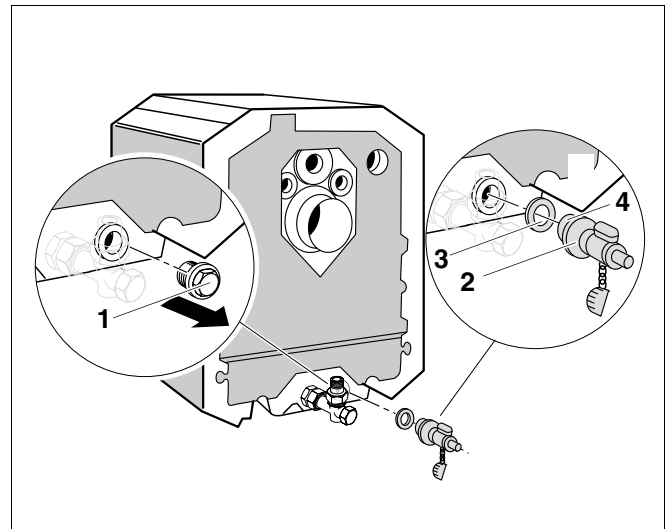

Fig. 20 Fjerning av blindpluggen
- Fjern blindpluggen R1 (fig. 20, **pos. 1**) på kjelen.
- Skyv pakningen (fig. 20, **pos. 3**) på påfyllings- og tømmekeanens gjenger (fig. 20, **pos. 4**).
- Monter påfyllings- og tømmekeanen (fig. 20, **pos. 2**) på kjelen.